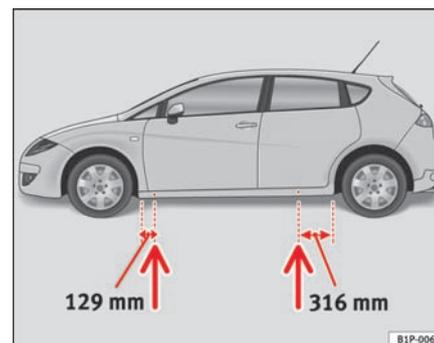

Fig. 157 Puntos de apoyo del gato
- Busque en el larguero inferior del vehículo el punto de apoyo mas cercano a la rueda pinchada ⇒ página 243, fig. 157
En el larguero inferior van marcados los lugares en los que se puede apoyar el gato ⇒ página 243, fig. 157. Se ha previsto un lugar para cada rueda. El gato no debe colocarse en otros lugares.